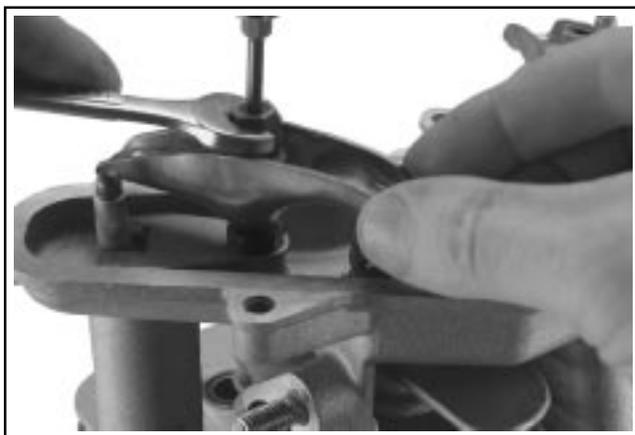

Figure 8-28. Desserrage des vis et écrous de réglage.
3. Desserrer les vis de réglage internes (T15 TORX) et retirer les écrous de réglage du culbuteur. Retirer les poussoirs et les marquer afin qu'ils puissent être remontés à la même place. Voir la Figure 8-28.